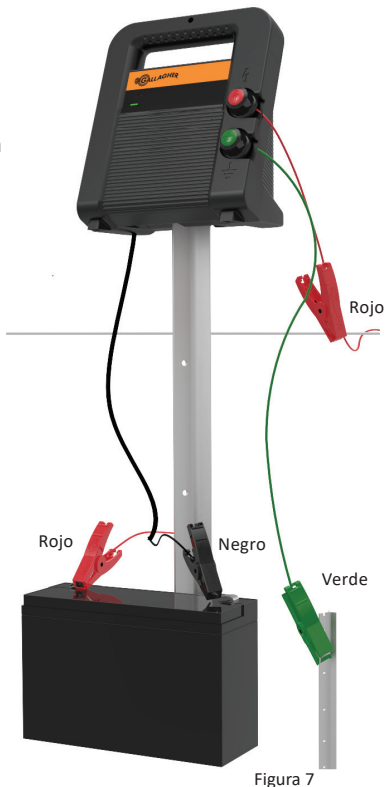

Figura 7
- Conecte el terminal verde a la estaca de tierra que se encuentra al menos 1 m (3 pies) dentro de la tierra. (Figura 7)
- Inserte el conector de la batería en la caja tomacorriente del energizador. (Figura 7)